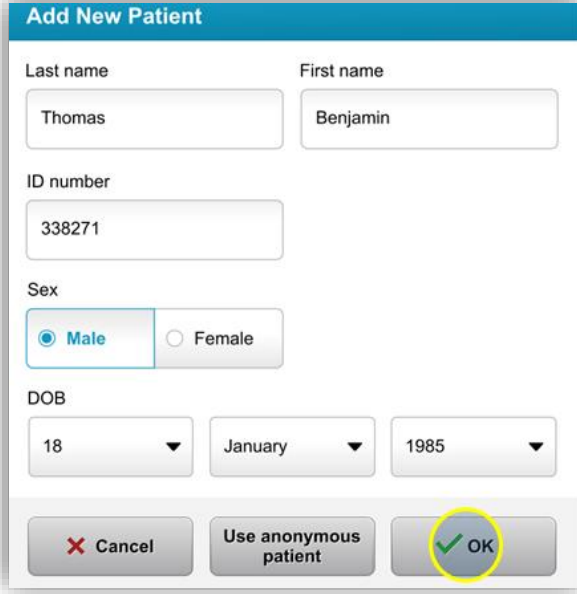

Abbildung 3-3. Patienteninformation eingeben
- Um einen neuen Patienten hinzuzufügen, wählen Sie „Neuen Patient hinzufügen“ (Add new patient). Daraufhin wird das Pop-up-Fenster in Abbildung 3-3 angezeigt.